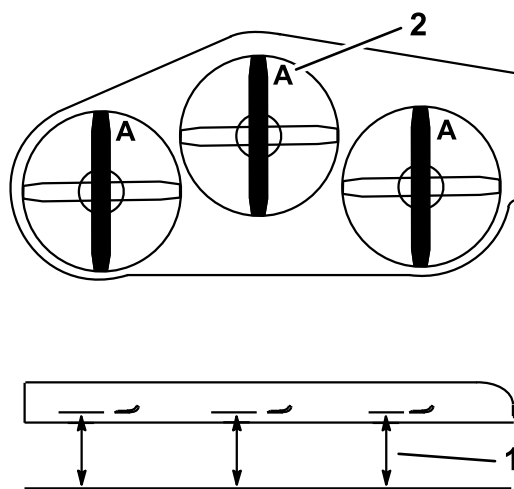

Figura 85
3. Girate le lame fino a disporle in parallelo con la lunghezza della macchina (Figura 85). Misurate da un piano orizzontale fino al tagliente delle lame, posizione A, (Figura 85). Prendete nota di questa misura.